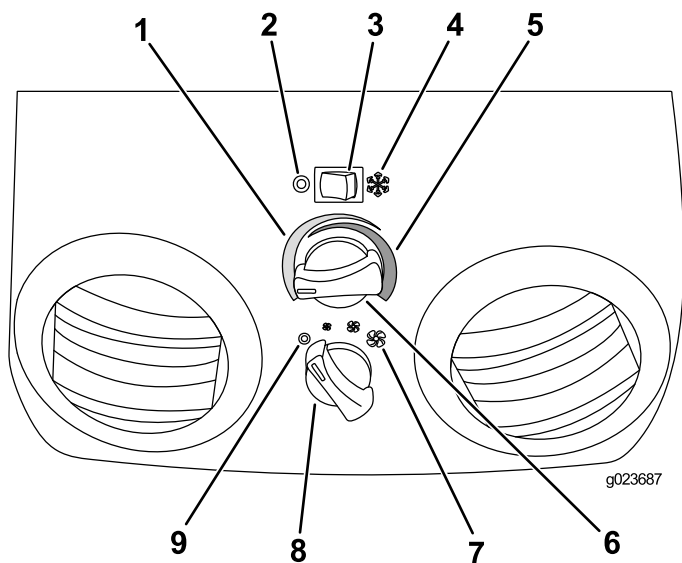

Figura 64
1. Presione el interruptor del AIRE ACONDICIONADO hacia la derecha para moverlo a la posición de ENCENDIDO (Figura 64).
- Gire el mando de la TEMPERATURA hacia la izquierda hasta que llegue a la temperatura deseada (Figura 64).
- Ajuste la VELOCIDAD DEL VENTILADOR a baja, media o alta (Figura 64).
- Mueva el interruptor del AIRE ACONDICIONADO a la izquierda para APAGAR el aire acondicionado (Figura 64).
- Gire el mando de la TEMPERATURA hacia la derecha hasta que llegue a la temperatura deseada (Figura 64).